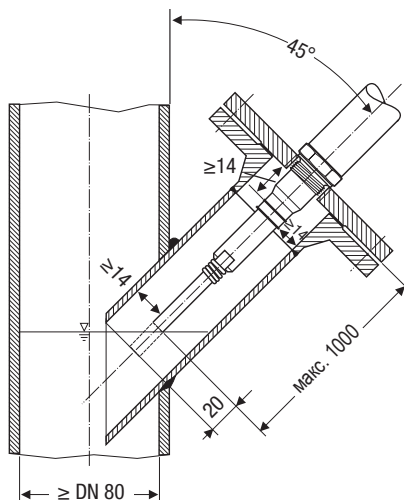

Рис. 16 Наклонный монтаж, например, в стояки подающих магистралей водогрейных установок или резервуаров
- Угол наклона электрода не должен превышать 45°, длина электродного стержня ограничена при этом 1000 мм. **Рис. 16, 20**